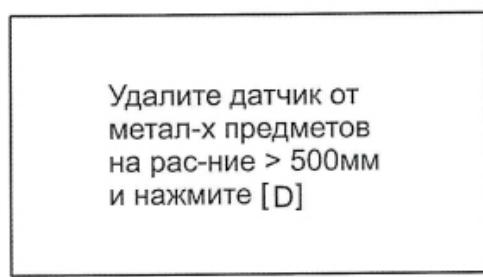

Рисунок 16. Режим юстировки прибора.
6.4. После включения прибор входит в режим юстировки. На дисплее появится надпись, показанная на рис. 16.
7.5.1. Чтобы произвести юстировку нажать кнопку «↑» в рабочем режиме, появится надпись рис.16, отвести датчик на расстояние не менее 500мм от металлических предметов, обеспечить неподвижность и нажать [D].